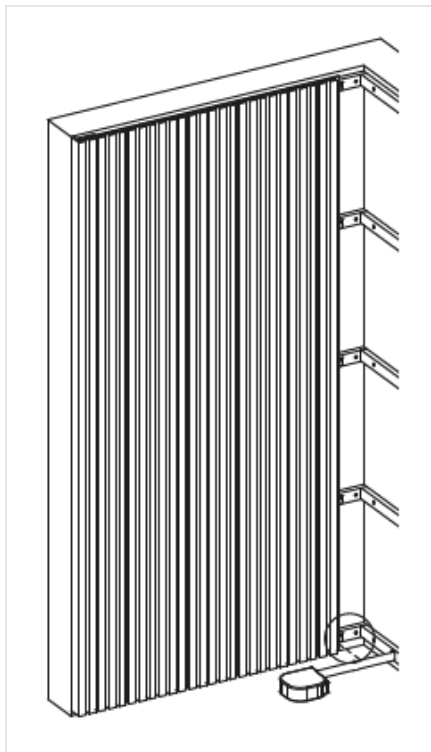

FIG. 10 – MESUREZ LA
- 01 Pour la dernière lame vers l'angle rentrant depuis le profilé de finition, mesurez et notez la distance entre le tasseau adjacent et la lame (fig. 10).